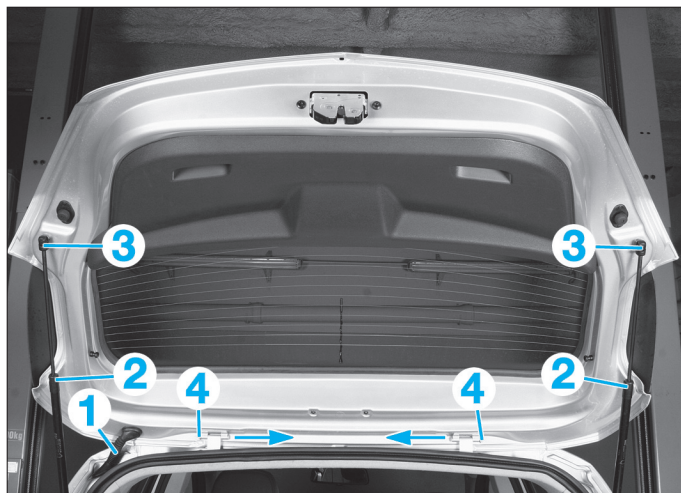

Fig. 47
- Détacher le soufflet (1) (Fig.47).